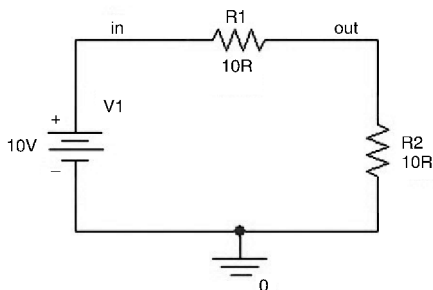
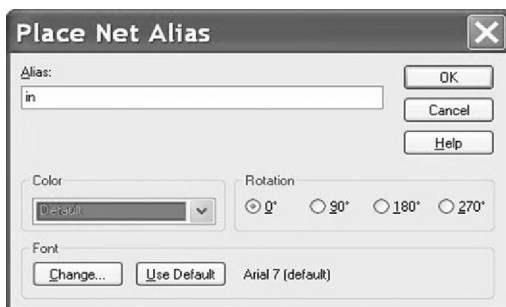

图 3.12 电阻网络
图 3.13 放置网络节点
如图 3.12 所示的电阻网络为电压分压器，其输出电压与输入电压之比为
1. 按照图 3.12 绘制电阻电路的仿真原理图，然后如图 3.13 所示选择 **Place > Net Alias** 对节点进行命名。